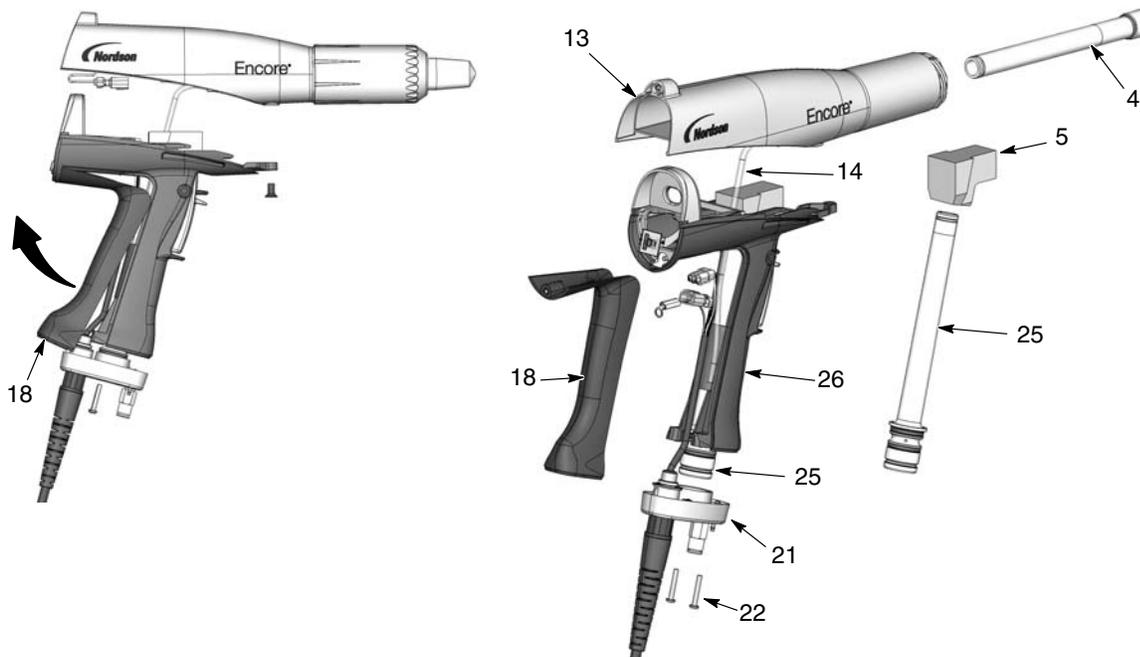

Figura 6-5 Sustitución de la ruta de polvo
2. Ver la figura 6-5. Retirar el codo (5) del tubo de entrada (25).
3. Extraer los dos tornillos M3 x 20 (22) de la base de la empuñadura (21).
4. Separar la base de la empuñadura, doblar hacia arriba la parte inferior del acolchado (18) y fuera de la empuñadura, posteriormente extraerlo. Dejar el cable de tierra conectado al acolchado.
5. Empujar hacia arriba el tubo de entrada (25) y fuera de la base, después desplazar la base fuera de la trayectoria y sacar el tubo de entrada de la empuñadura.
6. Empujar el tubo de salida (4) hacia fuera del cuerpo de la pistola (13).
1. Ver la figura 6-5. Instalar el tubo de salida (4) en el cuerpo de la pistola (13), con el extremo del tubo alineado con el extremo de la pistola.
2. Instalar el tubo de entrada (25) en la empuñadura (26), después instalar el extremo del tubo en la empuñadura (21).